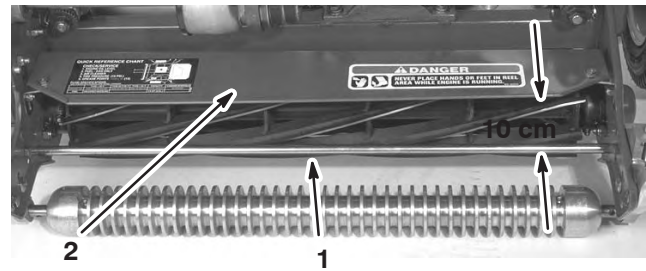

Bild 17
- Messen Sie den Abstand zwischen dem oberen Ende der vorderen Stützstange und der vorderen Lippe des Schutzblechs an jedem Ende des Mähwerks (Bild 17).